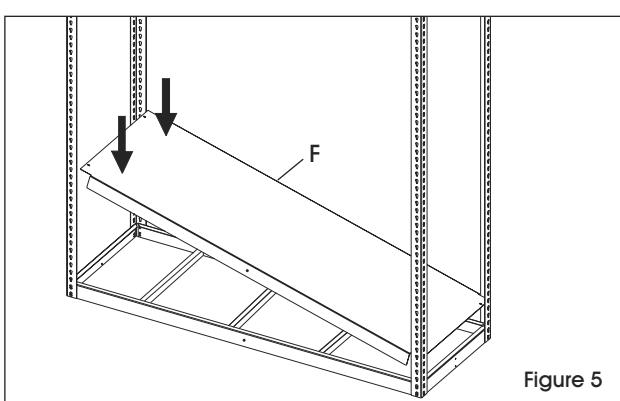

Figure 5
- Déposez la tablette en acier du bas (F) sur les supports de tablette de façon à ce que les rebords avant et arrière chevauchent les supports avant/arrière. (Voir Figure 5)